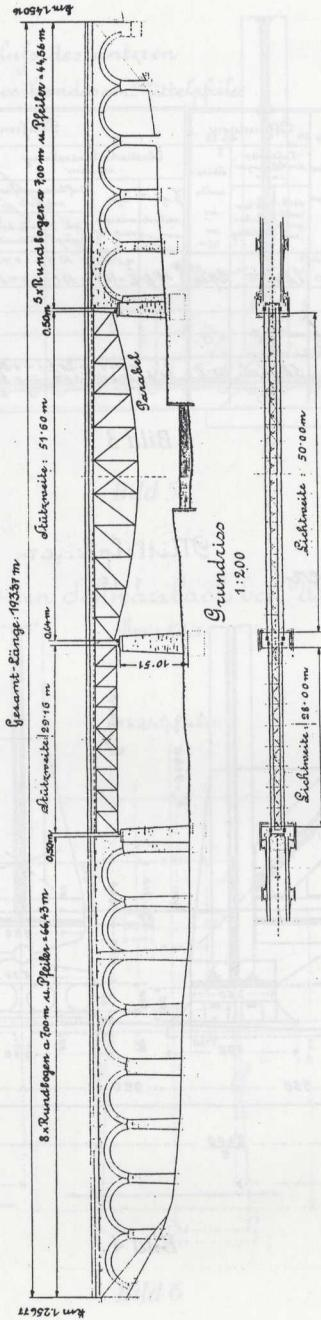

Bild 2
- Bild 2 Schwarzbachviadukt-Gesamtansicht, gezeichnet nach Plänen des Verkehrsarchivs